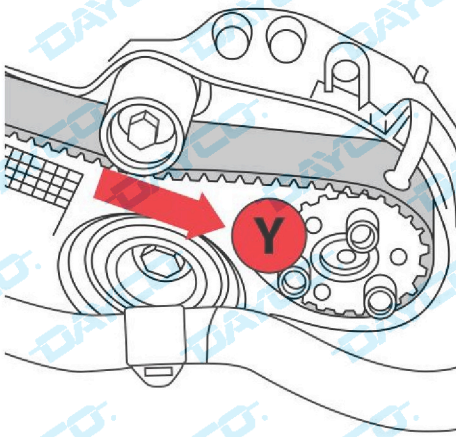
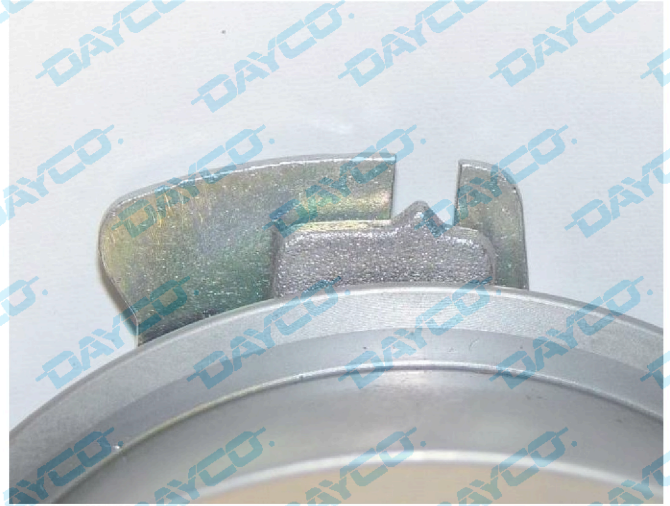

Fig. 2
Fig. 3
- Montar en Y el pasador de bloqueo de la rueda dentada de la bomba de alta presión (Fig. 2).
- Montar la correa de distribución nueva en el orden siguiente: cigüeñal, tensor, polea del árbol de levas, bomba de agua, bomba de inyección y rodillo tensor (A).
- Aflojar la tuerca del tensor y girarlo en el sentido de las agujas del reloj hasta que el indicador móvil quede situado como se muestra en la Fig.3.
- Comprobar que el indicador móvil permanezca centrado como se muestra en la Fig. 3. En caso contrario, repetir las operaciones anteriores.